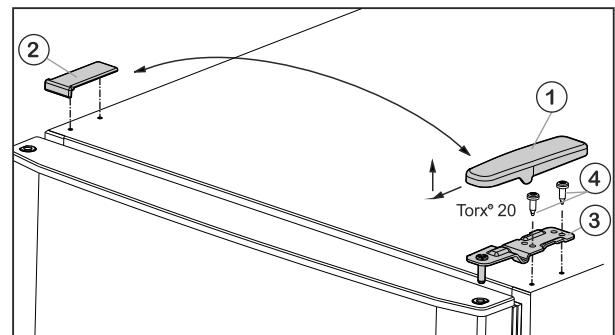

Fig. 5
- Pokrov Fig. 5 (1) snemite s potegom naprej in navzgor.
- Dvignite pokrov Fig. 5 (2).
- Odvijte zgornji ležajni podstavek Fig. 5 (3) (2 krat Torx® 20) Fig. 5 (4) in ga s potegom navzgor snemite.
- ▶ Zgornja vrata postavite na ležajni podstavek na sredini (13).
- ▶ Zgornji ležajni podstavek Fig. 5 (3) vstavite na vrata na novi strani s tečaji.
- ▶ Zgornji ležajni podstavek trdno (s 4 Nm) privijte (2-krat Torx® 20) Fig. 5 (4). Po potrebi uporabite akumulatorski izvijač.
- ▶ Pokrov Fig. 5 (1) na nasprotni strani od zunaj namestite in pripnite.
- ▶ Pokrov Fig. 5 (2) na nasprotni strani tudi od zgoraj namestite in pripnite.